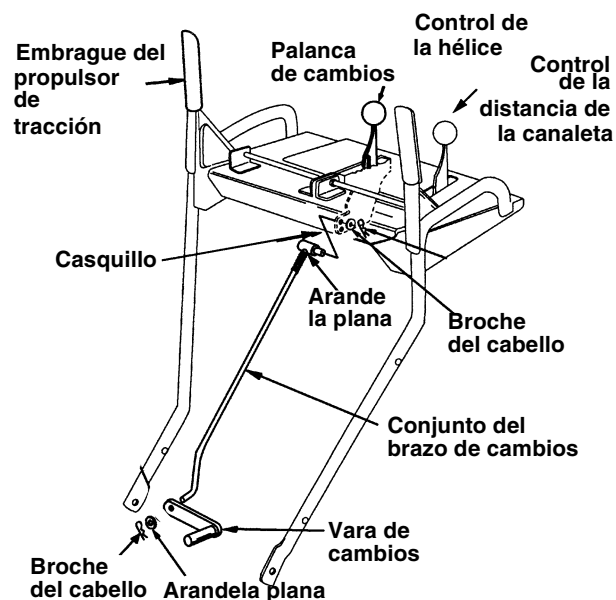

Figura 11
- Coloque la palanca de cambios en la posición de sexta (6) velocidad.
- Coloque el extremo doblado de la vara de cambio dentro del orificio en el conjunto del brazo de cambios. Vea la Figura 11. Asegure con la arandela plana de 5/16 y el broche de cabello del conjunto de ferretería (grupo D en la página 43).
- Asegure el casquillo a la palanca de cambios con otra arandela plana de 5/16 y broche del cabello del grupo D del conjunto de ferretería. Vea la Figura 11.